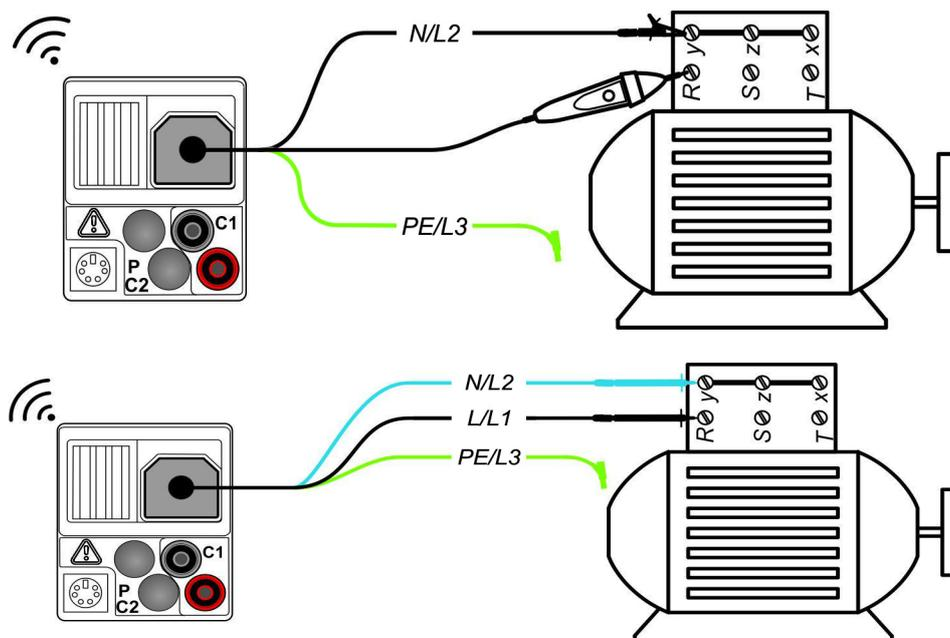

Abbildung 5.11: Anwendung der optionalen Commander-Prüfspitze (Artikelnummer: 044115) und 3-Leiter-Prüflleitung - Abbildung am Beispiel des IT 130
- ❑ Kontaktieren Sie die Prüfleitungen an das Prüfobjekt (siehe Abbildung 5.11).